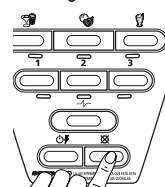

Fig. 23
2. Presione el botón de detener  para cancelar el funcionamiento en cualquier momento (Fig. 23).
2. Presione el botón de detener  para cancelar el programa en cualquier momento (Fig. 23).